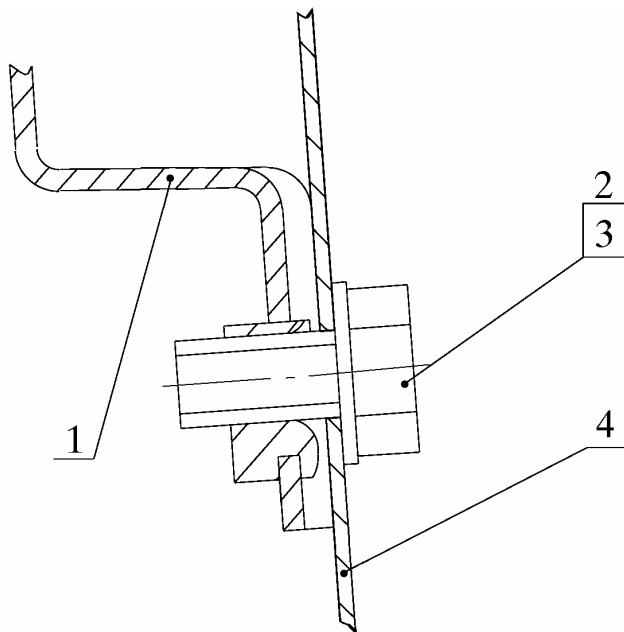

Рис. 7. Крепление кронштейна с кулисой нижней к внутренней панели двери:
**6.6. Совместить отверстия в кронштейне 1 (рис.7) с отверстиями во внутренней панели 4 двери.**